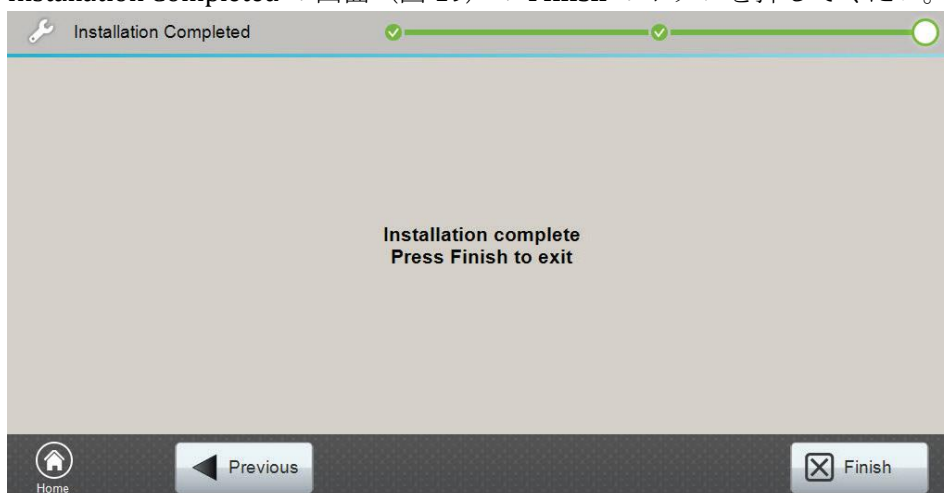

図 19 Installation Completed 画面
12. Installation Completed の画面（図 19）の **Finish** のボタンを押してください。
14. **Installation Completed** の画面（図 19）の **Finish** のボタンを押してください。
11. Installation Completed の画面 (図 19) の **Finish** のボタンを押してください。